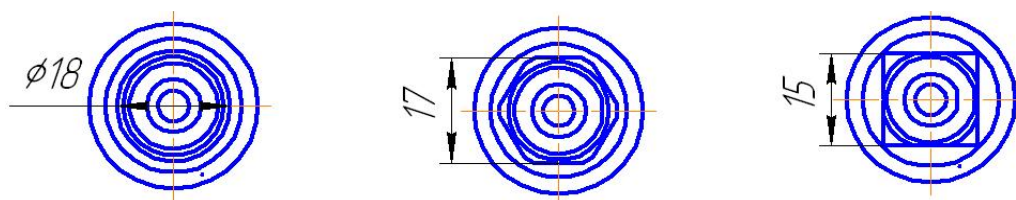

Рис.2 Геометрические формы гнезд клапанов и штекеров (механическая кодировка)
4.3 На рис.2 показаны стыковочные размеры штекеров и соответствующего гнезда клапанов.